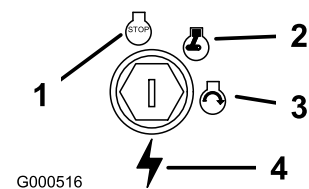

Bild 12
3. Drehen Sie den Zündschlüssel auf Aus“ (Bild 12).